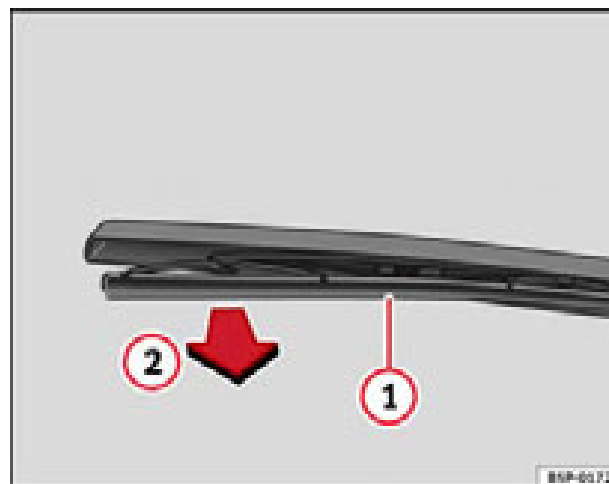

Fig. 142 Cambio de la escobilla del limpialuneta
- Separe el brazo del limpialuneta de la luneta ⇒ fig. 142
- Desenclipe la escobilla ① y tire de ella ②. ⇒ página 216, fig. 142